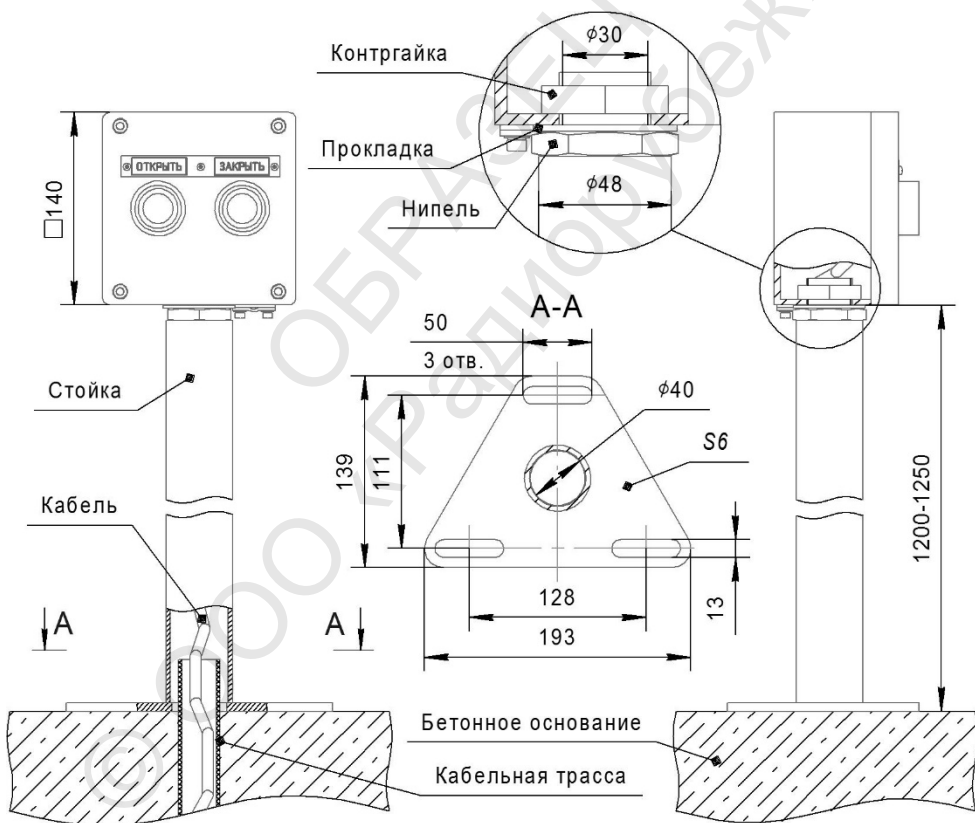

Рис. 6 – Монтаж изделия на стойке с фланцем PP.292.08.030
9.2.3 Монтаж изделия на стойку монтажную с фланцем PP.292.08.030 необходимо выполнить в следующей последовательности (см. рис. 6):